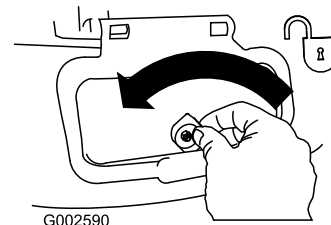

Bild 26
1. Entriegeln Sie die Seitenauswurfsklappe (Bild 26).